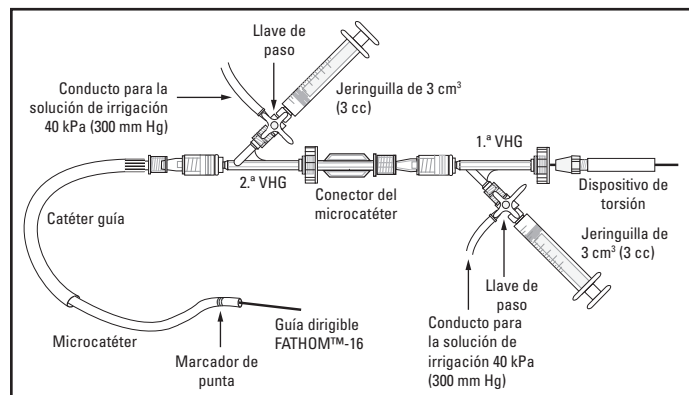

Figura 1. Ejemplo de configuración para irrigación continua
La configuración adecuada de la irrigación continua se muestra en la figura 1.
10. Conecte una válvula hemostática giratoria (del tipo Tuohy-Borst) a un luer de catéter guía tal y como indica la figura 1 para irrigar de forma continua el catéter guía con suero (conviene utilizar un paquete de presión en esta operación).
2. Introduzca suavemente el microcatéter con la guía precargada a través de la VHG en el catéter guía tal y como se indica en la **figura 1**. Apriete la el tapón de abertura de la VHG para evitar el retorno del flujo, pero sin llegar a impedir el movimiento del microcatéter por la válvula.
4. Configure una irrigación continua mediante la conexión de la VHG en el microcatéter (consulte la figura 1) Asegúrese de que el tapón de abertura de la VHG esté cerrado e irrigue el microcatéter con la guía precargada.